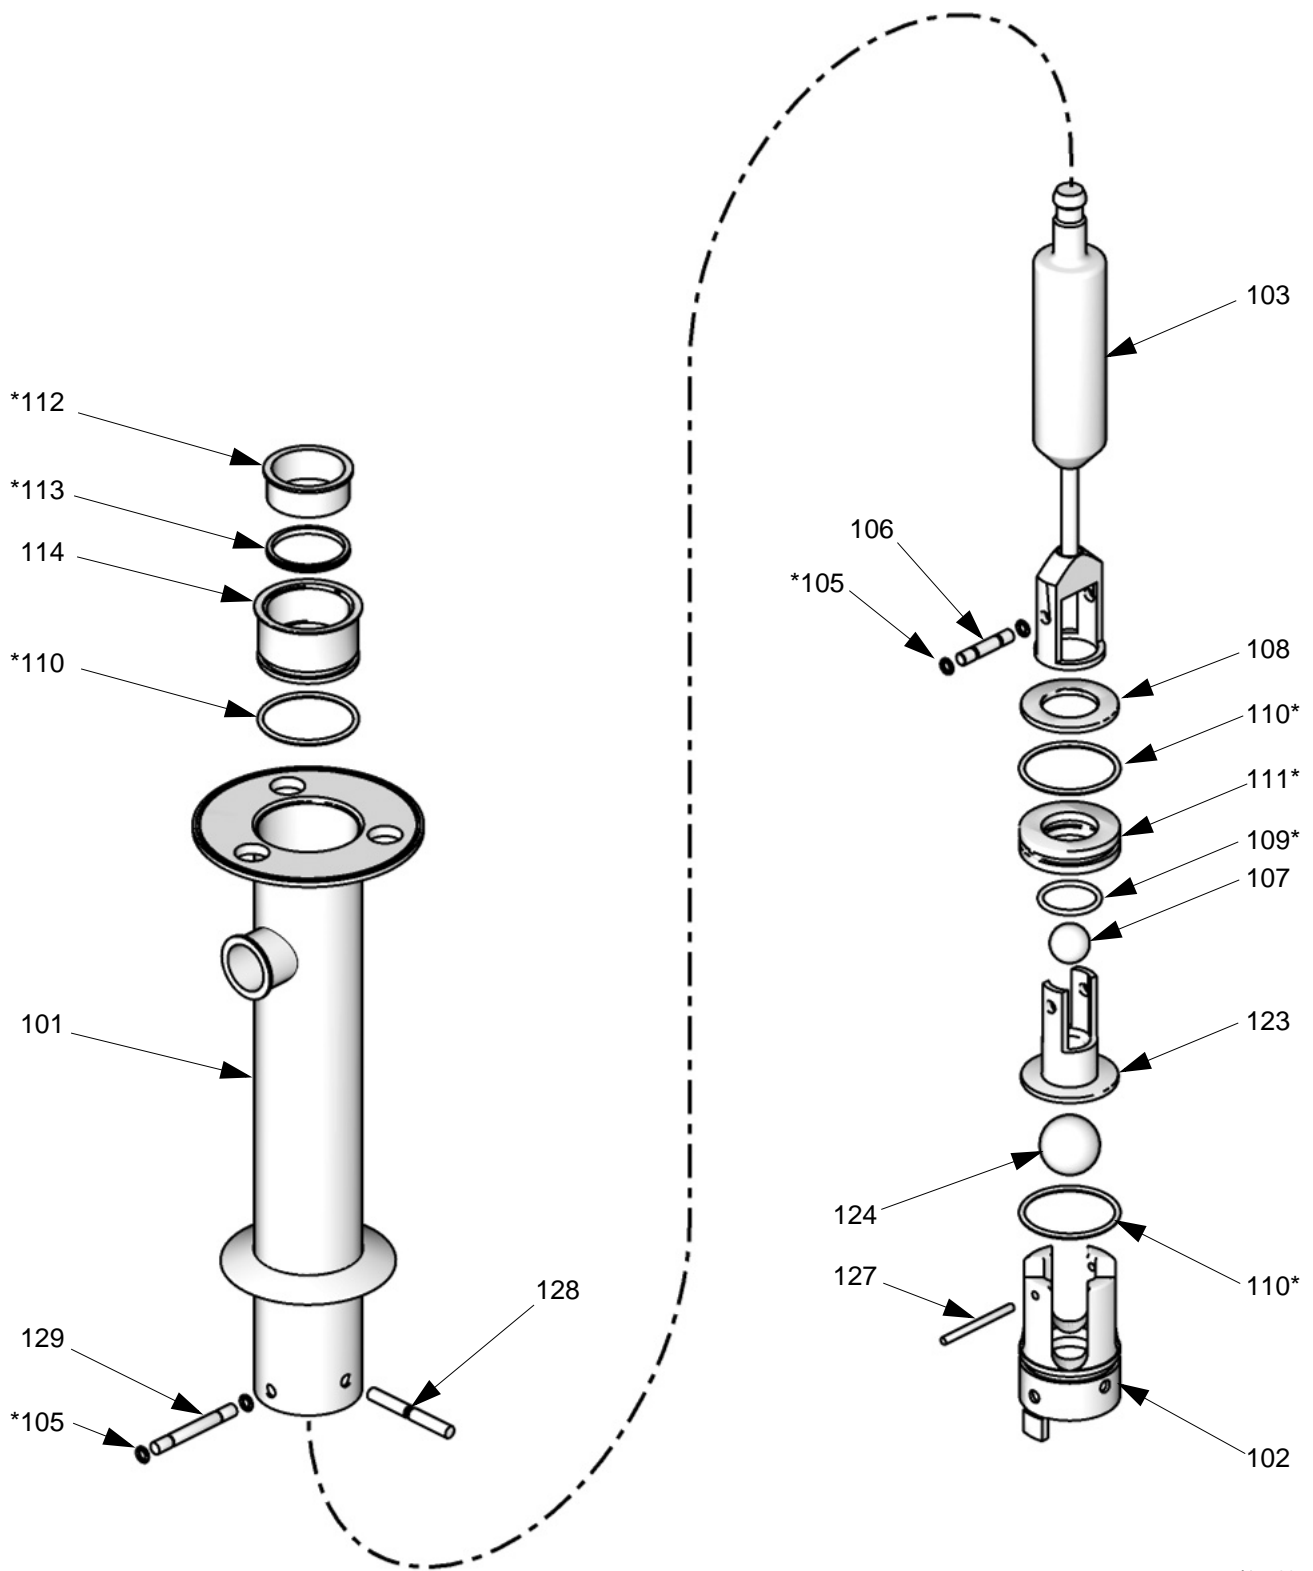

FIG. 6. Gruppo della pompa a doppia sfera
1. **Modelli di pompa volumetrica 24G754, 24G755 e 24G756:** Vedere FIG. 6. Rimuovere il corpo della valvola di ingresso (102) rimuovendo gli spinotti di ritenzione (128, 129) e gli anelli di tenuta (105) e estraendo la valvola dal cilindro (101). Smontare la valvola. Pulire e ispezionare le parti.